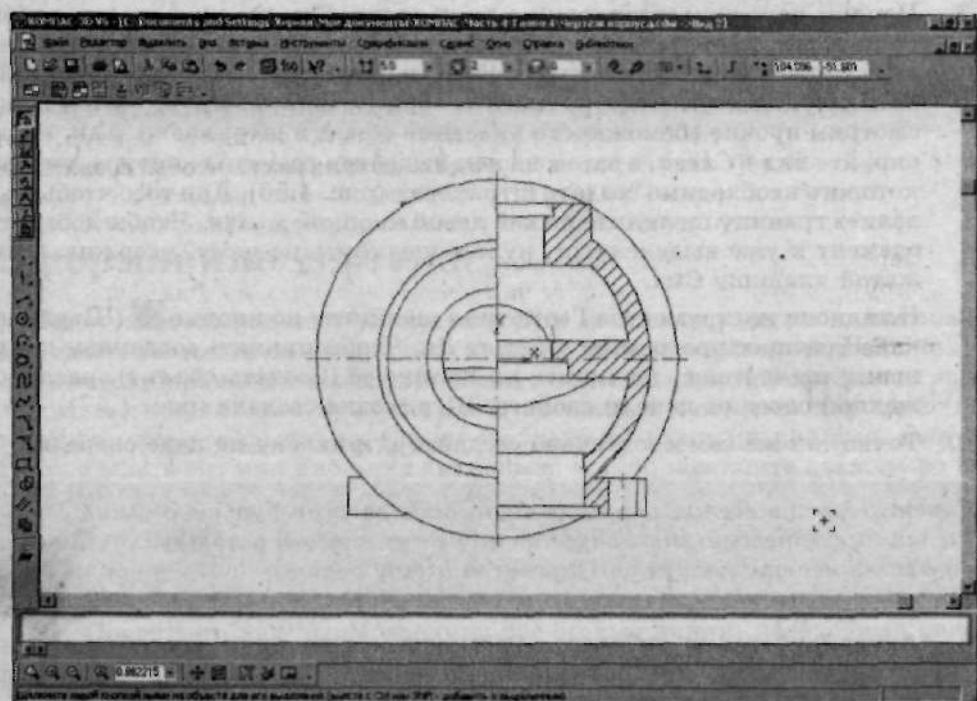

Рис. 4.57. Штриховка создана
4. На панели инструментов **Геометрия** щелкните по кнопке  (Штриховка). На вопрос программы ответьте Да. Чтобы принять созданные изменения на чертеже, щелкните по кнопке  (Создать объект), расположенной слева от панели свойств. Штриховка создана (рис. 4.57).